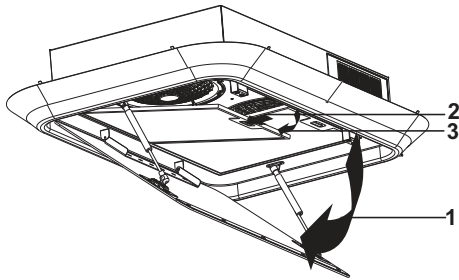

Abb. 17: Herausnehmen des Metallölfilters
1. ➤ Öffnen Sie die Randabsaugungsplatte (Abb. 17/1).
2. ➤ Entriegeln Sie den Metallfettfilter (Abb. 17/2) und sichern Sie ihn mit der anderen Hand gegen Herunterfallen.
3. ➤ Kippen Sie den Metallfettfilter nach vorne und nehmen Sie ihn heraus (Abb. 17/3).